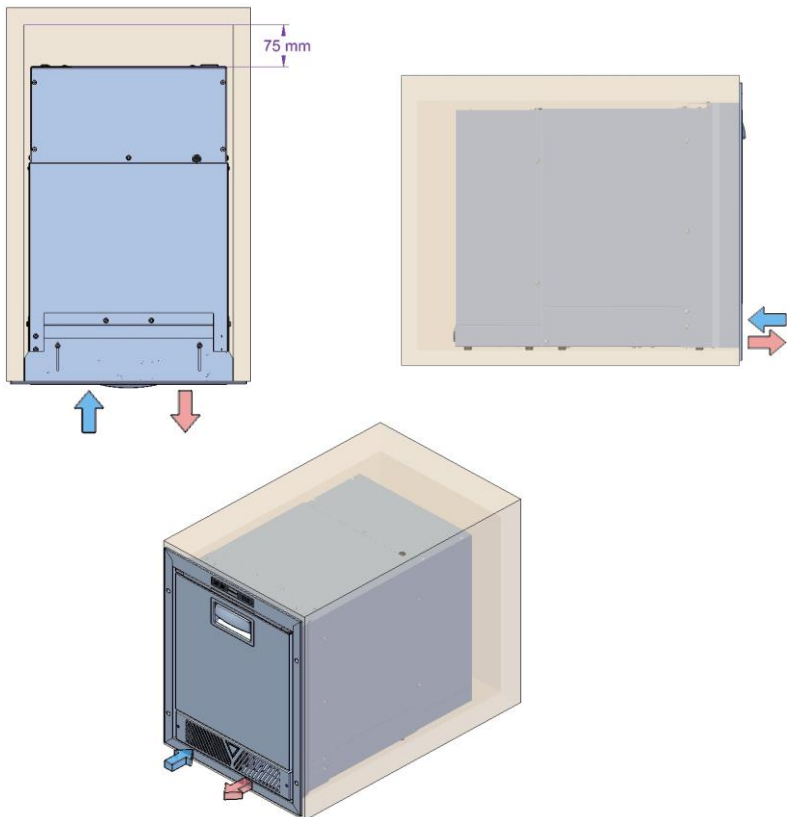

Abbildung 1c - Belüftungsrichtung Lufteinlass / Luftauslass
- Der vordere Teil der Frontplatte muss völlig frei bleiben, da es sowohl einen Lufteinlass als auch einen Luftauslass gibt (Abb. 1c).
Der Mindestabstand zwischen den verschiedenen Geräteteilen und der eingebauten Struktur darf nicht weniger als 75 mm betragen. (Abb. 1c)